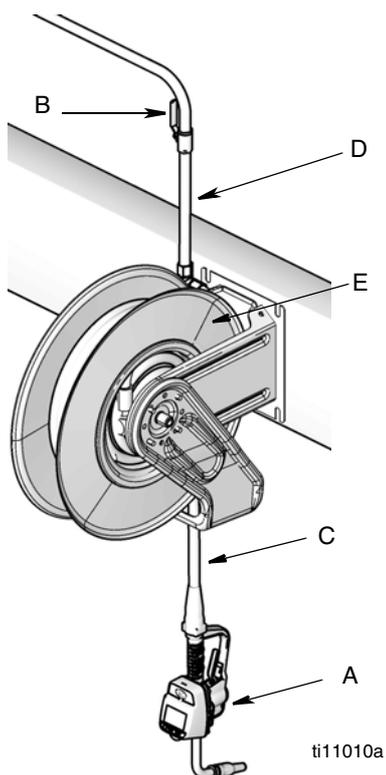

ABB. 13
## Typische Installationen (ABB. 13)
Die in ABB. 13 dargestellte typische Installation dient nur zur Orientierung. Es handelt sich nicht um eine vollständige Systemauslegung. Kontaktieren Sie Ihren Graco-Händler zwecks Unterstützung bei der Planung eines Systems, welches Ihren Anforderungen gerecht wird.
2. Schließen Sie das Absperrventil (B, ABB. 13).
1. Das Materialabsperrentil (B, ABB. 13, Seite 13) an allen Abgabestellen schließen.
4. Öffnen Sie langsam das Absperrventil (B) an der Abgabestelle. Spülen Sie eine ausreichende Menge an Öl heraus, um sicherzustellen, dass das gesamte System gereinigt wurde; schließen Sie dann das Ventil.